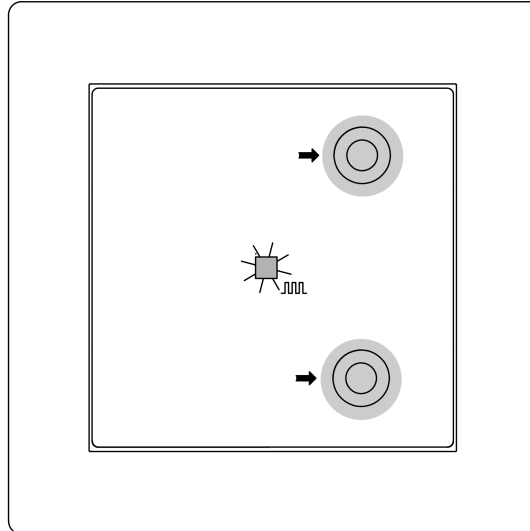
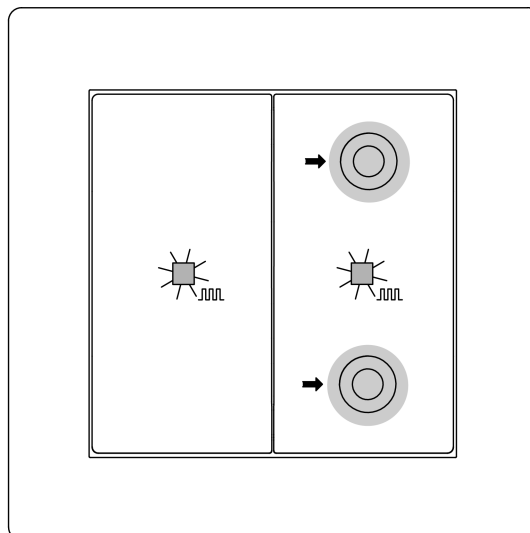

Bild 5: Programmiermodus aktivieren (1fach)
Bild 6: Programmiermodus aktivieren (2fach)
Physikalische Adresse und Applikationsprogramm programmieren 1fach (siehe Bild 5) und 2fach (siehe Bild 6)
- Programmiermodus aktivieren: Taste oben rechts und Taste unten rechts gleichzeitig drücken und für > 4 Sekunden halten (siehe Bild 5).